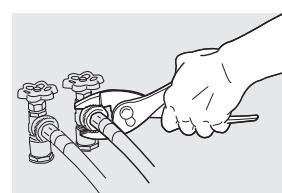

fig. 6
- Ajuste a mano hasta que quede apretado. Luego apriete cada conexión de suministro $\frac{1}{2}$ de vuelta más con pinzas. **No doble, retuerza ni pellizque las mangueras de entrada de agua.** (fig. 6).